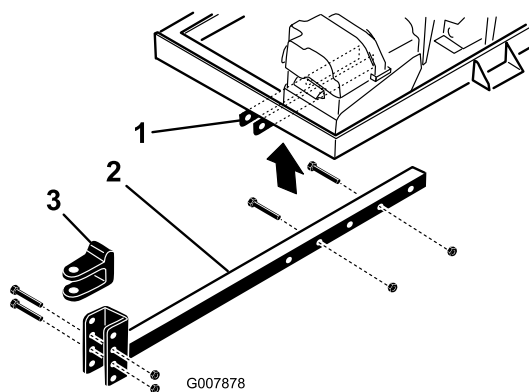

Figura 4
2. Introduza o tubo de engate nos suportes da estrutura (Figura 4). Fixe o tubo à estrutura com 2 parafusos ($\frac{3}{8}$ pol. x 3 pol.) e porcas flangeadas ($\frac{3}{8}$ pol.) e aperte com 40 N·m.
- Retire os parafusos e as porcas de bloqueio que fixam a forquilha de engate (Figura 4) ao tubo de engate.
- Retire os parafusos e as porcas que fixam o tubo de engate aos suportes da estrutura (Figura 4).